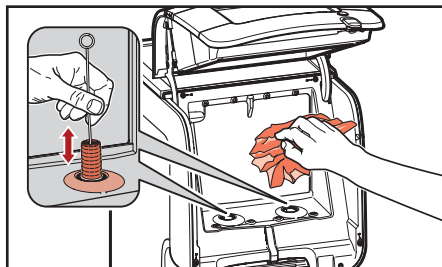

図5.9 - 冷却庫を掃除する
4. ブラシを使って計量器の開口部を掃除します。さらに、冷却庫内部は水を含ませた清潔な布で掃除してください (図 5.9)。清潔なペーパータオルで水分をふき取ります。